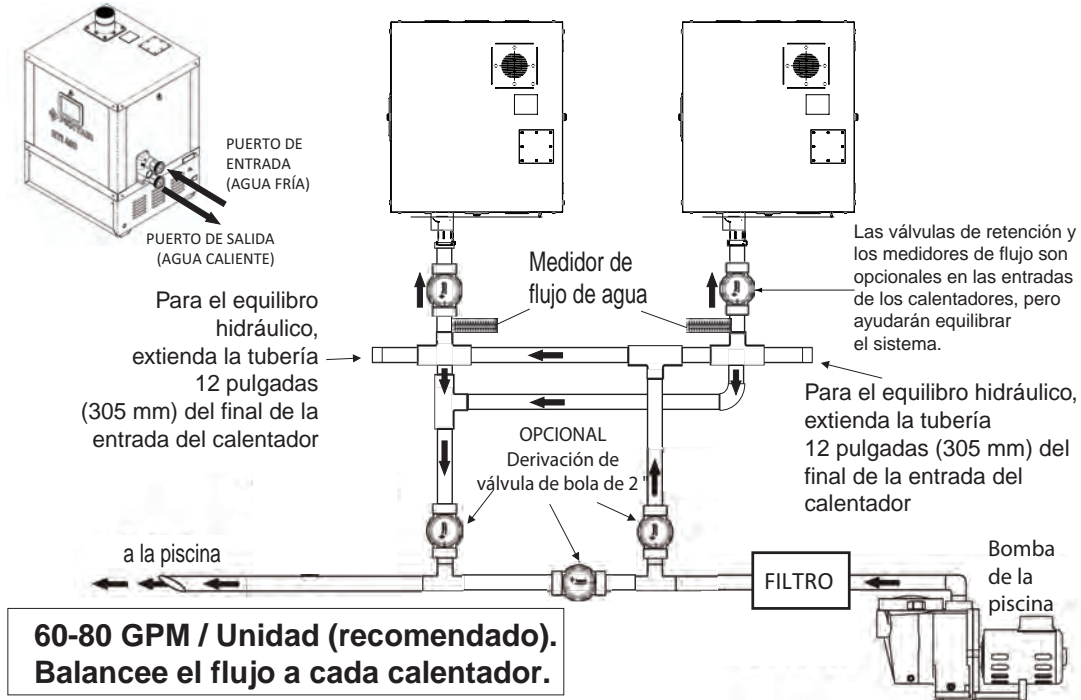
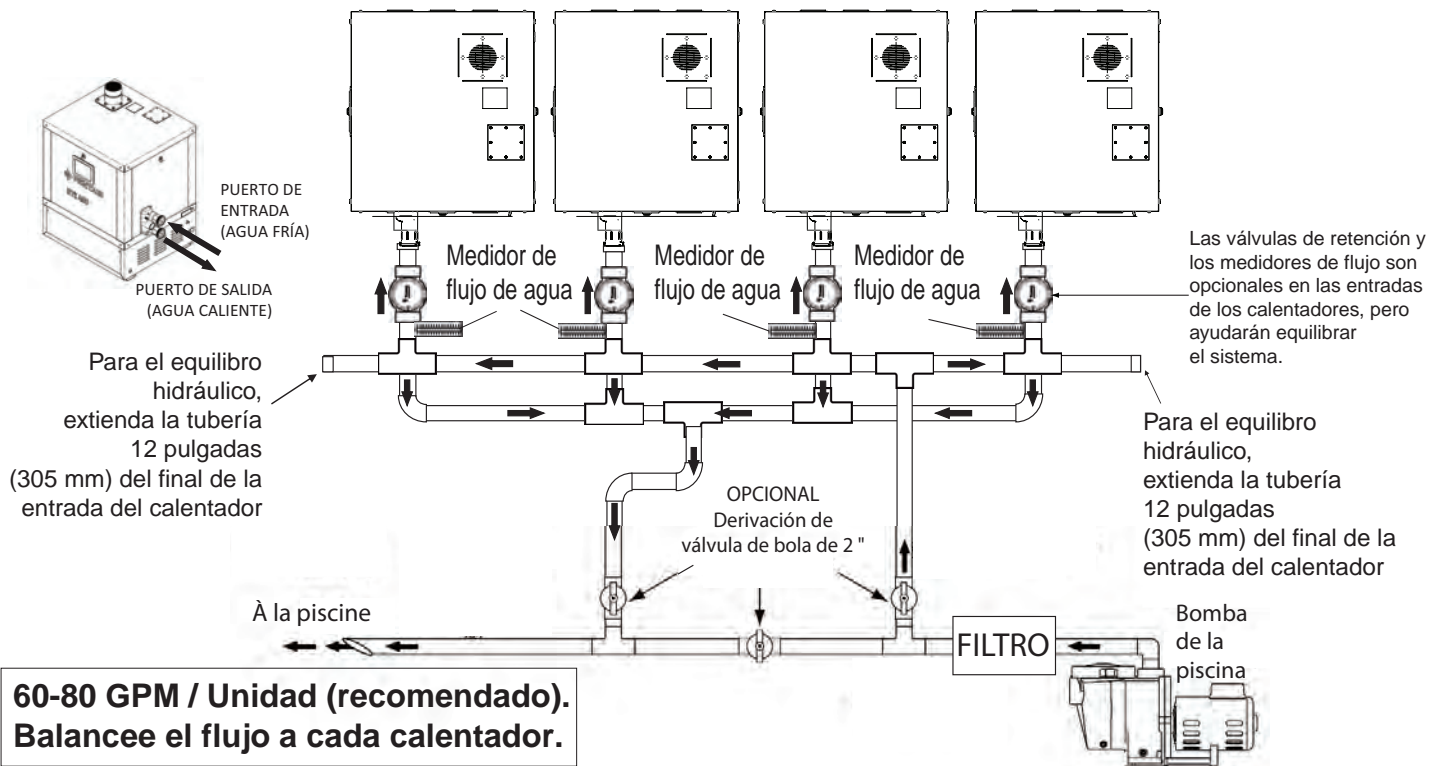

Figura 14. Diagrama hidráulico de plomería de dos calentadores ETi 400
Figura 15. Diagrama hidráulico de plomería de cuatro calentadores ETi 400
Las tuberías de agua para una instalación de múltiples calentadores deben estar en paralelo (vea la Figura 14 y la Figura 15). Asegúrese de que el flujo de agua a cada calentador este equilibrado para evitar el sobrecalentamiento y garantizar la operación óptima y la longevidad de los calentadores. Para cumplir con los flujos de agua recomendados, asegúrese de que las tuberías estén instaladas de acuerdo con todos los reglamentos locales y estatales o, en ausencia de estos, según los estándares aplicables y normas de plomería. Los calentadores instalados muy cerca uno del otro pueden encontrar problemas operativos asociados con gases de escape. Mantenga suficiente espacio entre los calentadores adyacentes para la operación adecuada y acceso del servicio.
El calentador requiere un suministro de gas no menor que 10,2 cm (4 in) wc, y no mayor que 27 cm (10,5 in) wc para el gas natural, y no mayor que 36 cm (14 in) wc para gas propano. Presiones de suministro de gas fuera de este rango podrían resultar en funcionamiento incorrecto del quemador. Se requiere un flujo o una presión de entrada dinámica (mientras el calentador está en funcionamiento) mínima de 10,20 cm (4 in) wc para mantener una capacidad nominal de entrada con una baja de presión no mayor de 50 mm (2 in) entre estático y dinámico. El suministro de gas debe instalarse de conformidad con el *Código Nacional de Gas Combustible*, ANSIZ223.1, o la norma CSA B149.1, *Códigos de instalación de gas natural y propano*, según corresponda, y todos los códigos locales vigentes. Instale una válvula de cierre manual, una trampa de sedimentos y una unión ubicadas fuera de los paneles del calentador; vea la Figura 15. No use una llave de gas restrictiva. Se recomiendan los siguientes tamaños mínimos de tubos de gas para las tuberías de suministro de gas natural; vea la Tabla 2 a continuación. Para el gas licuado de petróleo (LP) de baja presión, el tamaño del tubo puede reducirse en 0,635 cm (1/4 in), con un tamaño mínimo de tubo de 1,27 cm (1/2 in). Verifique el cumplimiento de los códigos locales.
Instale una unión y trampa para sedimentos en la parte exterior de los paneles del calentador según los requisitos del Código Nacional. No use una llave de gas restrictiva. La trampa para sedimentos puede ser un conector en T con un niple tapado en la salida inferior que pueda retirarse para la limpieza, como se muestra en la Figura 15, u otro dispositivo reconocido como trampa efectiva para sedimentos. Todas las tuberías de gas deben ser probadas luego de la instalación conforme a los códigos locales.